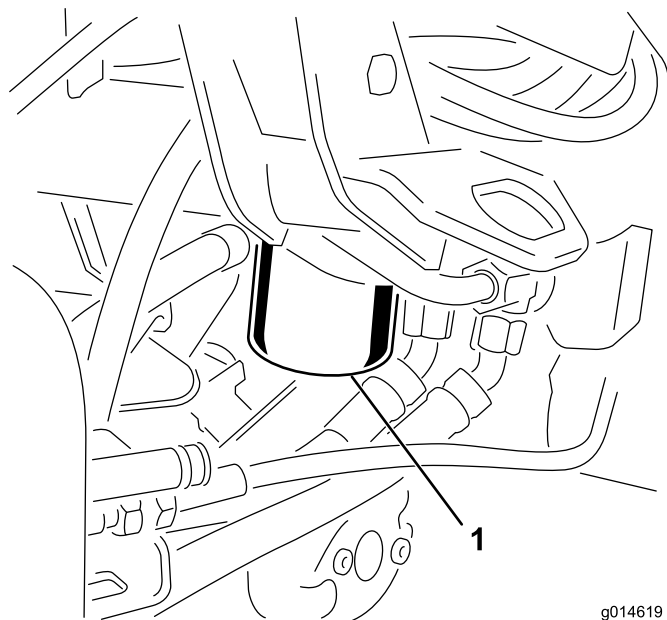

Bild 54
1. Reinigen Sie den Anbaubereich des Filters (Bild 54). Stellen Sie eine Auffangwanne unter den Filter und entfernen den Filter.